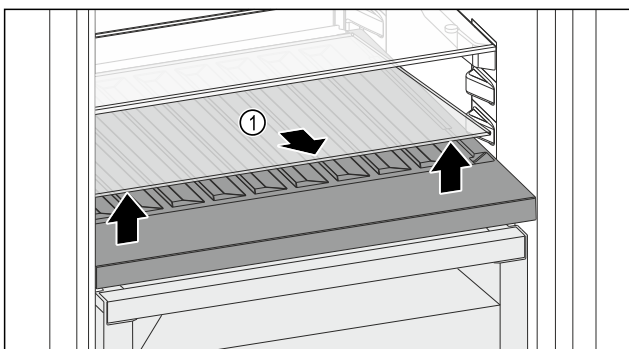

Fig. 141
- ▶ Sollevare il ripiano di vetro Fig. 141 (1) dall'incavo anteriore e rimuoverlo.
- ▶ Conservare il ripiano di vetro Fig. 141 (1) fuori dall'apparecchio in un luogo sicuro.